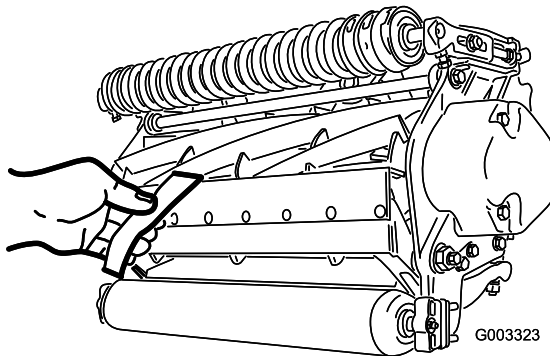

Figura 10
2. Pruebe el rendimiento de corte insertando una tira larga de papel de prueba del rendimiento de corte (Pieza Toro N° 125-5610) entre el molinete y la contracuchilla, perpendicular a la contracuchilla (Figura 10). Gire el molinete lentamente hacia adelante; debe cortar el papel.